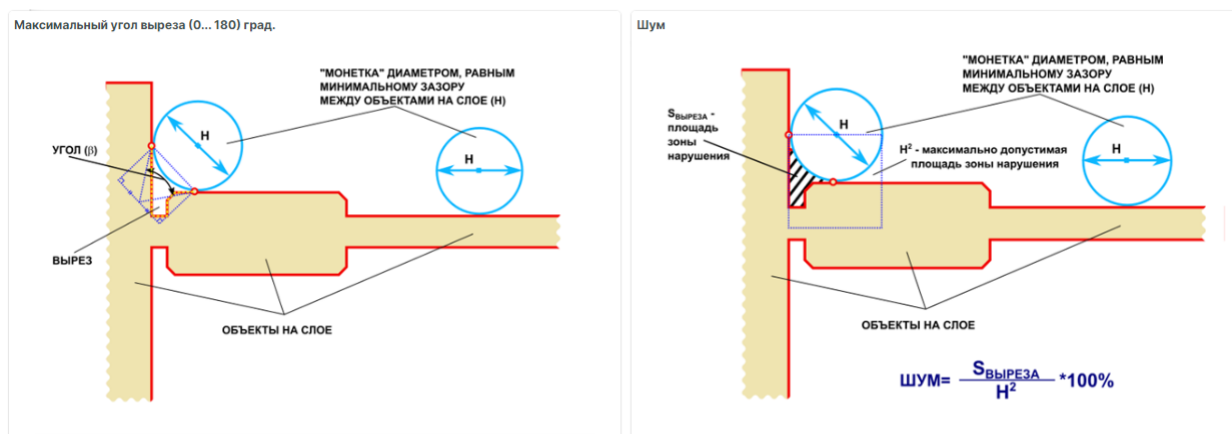

Рис. 385 Максимальный угол выреза и шум
- «Мин. зазор» – в правиле устанавливаются величины: минимальный зазор между объектами на слое, максимальный угол выреза ($0^\circ - 180^\circ$), шум – отношение площади выреза к квадрату минимального зазора между объектами ($0\% - 100\%$), см. Рис. 385. Данная проверка осуществляется между всеми элементами, расположенными на слоях печатной платы.